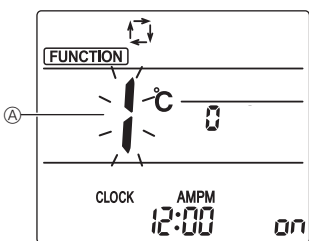

Fig. 6-10
1. กดปุ่ม * ① เพื่อหยุดการทำงานของเครื่องปรับอากาศ
2. กดปุ่ม MENU ② หน้าจอการตั้งค่าฟังก์ชันจะแสดงขึ้น และหมายเลขฟังก์ชัน Ⓐ จะกะพริบ (Fig. 6-10) กดปุ่ม ⏸ ④ เพื่อเปลี่ยนหมายเลขฟังก์ชัน